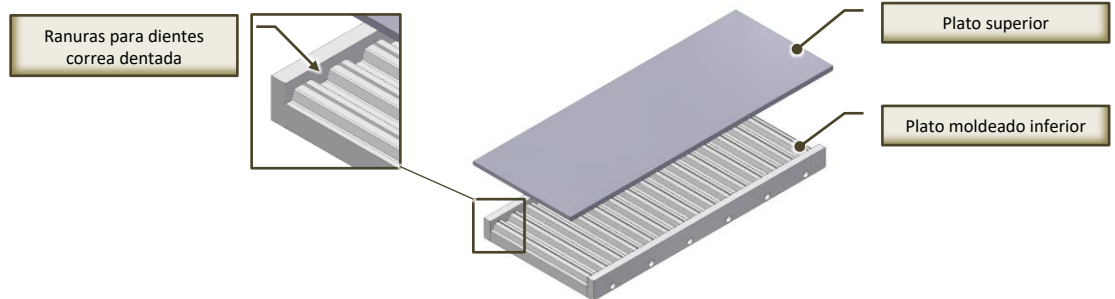

Fig. 8.4-5 –Posicionamiento correa dentada HabaSYNC en placas de unión
3. En caso de que se desee reparar una correa dentada HabaSYNC, cárguela en las placas de unión (Fig. 8.4-5):